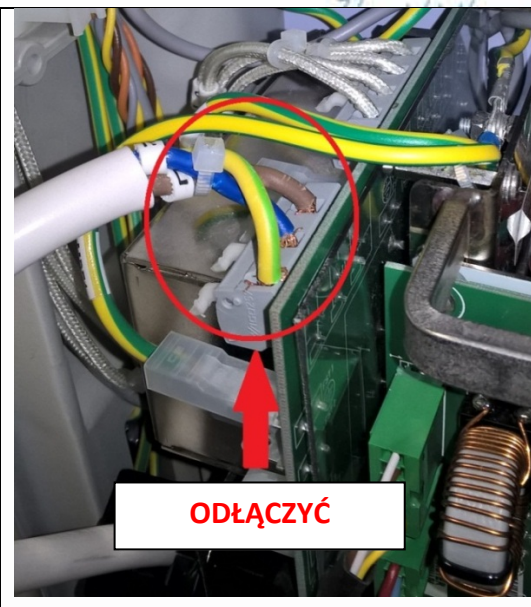

Rys. 4
6. Odłączyć następujące złącza: PS2, PS3, PS4, PS5, PS6, PS7, PS8 oraz dwa przewody uziemienia poniżej złącza PS8 (rys. 4).